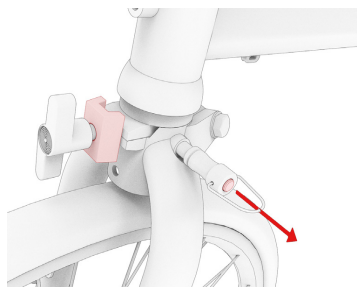
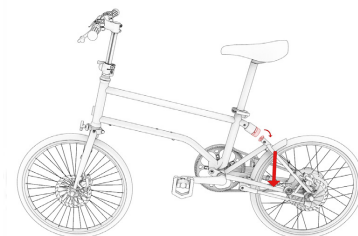

Fig. 2.2
Fig. 2.3
- ② Retire la férula de seguridad de la horquilla delantera presionando el botón de desbloqueo (Fig. 2.2) y retire la férula de seguridad por completo o de forma que no interfiera con el plegado.
- ③ Coloque las manivelas en posición horizontal. Asegúrese de que el brazo izquierdo de la manivela apunta hacia adelante.
- ④ Colóquese junto a su bicicleta VELLO del lado de la transmisión, sujete el manillar y el sillín y coloque el pie izquierdo en el eje de la rueda trasera (Fig. 2.3).